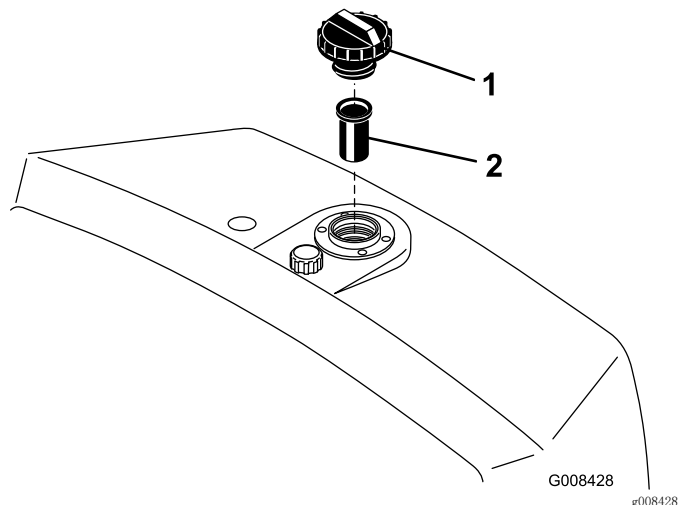

图 49
2. 卸下油箱盖并查看液压油油位。油位应达到加油颈滤网的底部（图 49）